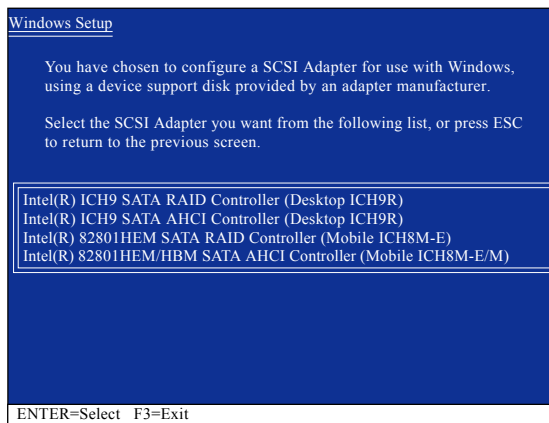

図 3
セットアップがフロッピーディスクの Intel ICH9R SATA RAID/AHCI ドライバを正しく識別したら、以下の図 3 のようなコントローラメニューが表示されます。矢印キーを使用して、表示されたアイテムを 1 つ選択し、<Enter> を押します。BIOS セットアップの **SATA RAID/AHCI Mode** アイテムを RAID モードに設定したら、**Intel(R) ICH9 SATA RAID Controller (Desktop ICH9R)** を選択します。(AHCI モードの場合、**Intel(R) ICH9 SATA AHCI Controller (Desktop ICH9R)** を選択します)。